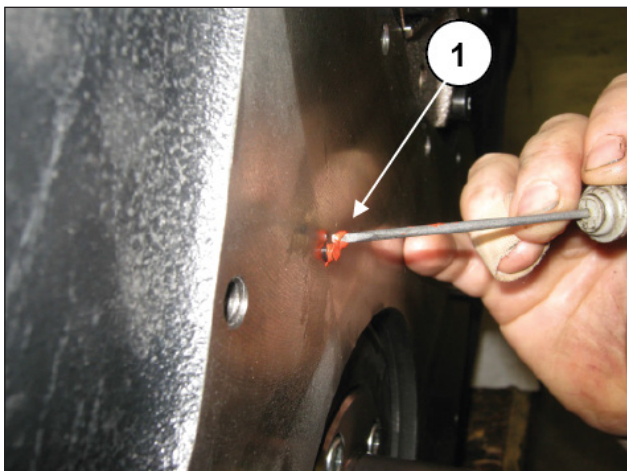
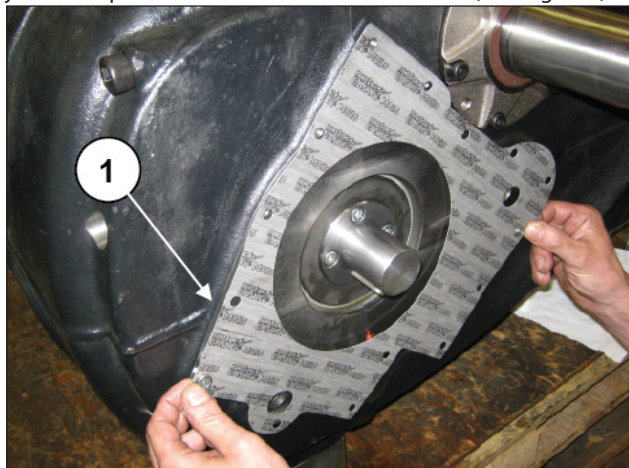

Fig. 116
Fig. 126
**Mouiller avec de la silicone type MOTORSIL D (Arexons) toutes les saillies des joints en contact avec les joints plats (Fig. 116, rep. ①).**
Poser le couvercle de vilebrequin avec le joint (après avoir humecté les joints toriques saillants avec du mastic silicone - voir Fig. 116 - et serrer la vis de fixation M8 (rep. ①, Fig. 121 - Fig. 122).
Monter le joint plat (rep. ①, Fig. 126) après avoir mouillé les joints toriques saillants avec du mastic silicone (voir Fig. 116).